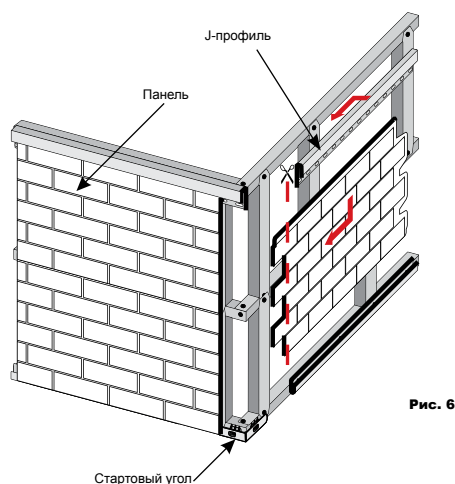

Рис. 6
- Монтаж фасадных панелей производится строго слева направо и снизу вверх (Рис. 6).
- При монтаже последнего ряда верхнюю часть панелей достаточно вставить в фасадный J-профиль и закрепить панели в вертикально расположенные гвоздевые отверстия (Рис. 6).
- Установите углы на стартовые угловые профили (Рис. 6) и зафиксируйте их в верхней части двумя саморезами длиной не менее 50 мм. Следите, чтобы угол закрывал не менее 15 мм фасадной панели и до внутреннего ребра угла оставалось не менее 12 мм.